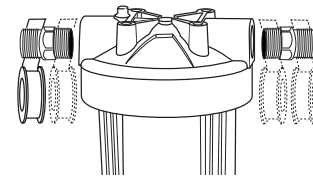

Figura 1
3. Envuelva cinta de PTFE (aproximadamente 12 pulgadas) alrededor de los adaptadores de compresión macho de 1 pulgada (a la derecha, vea la Figura 1) y enrósquelos con firmeza al cabezal del filtro. **No use solvente para tuberías (compuestos lubricantes) ya que ciertos tipos podrían causar daños a los accesorios de plástico. No los apriete demasiado ya que podría causar daños al cabezal del filtro. Daños a la unidad podría resultar en daños a la propiedad debido a la pérdida de agua.**